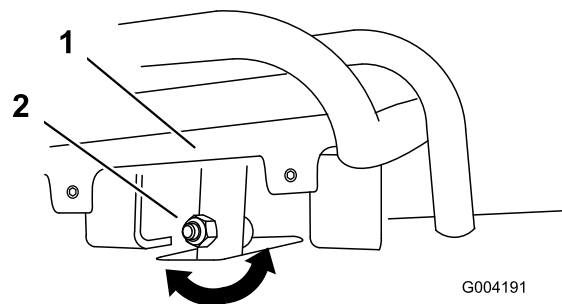
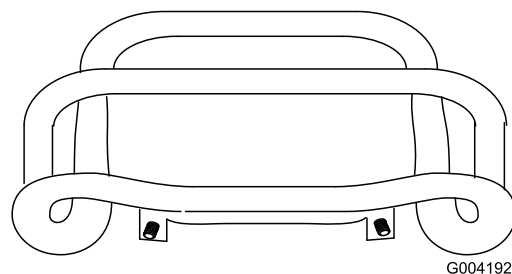

Figura 51
Figura 52
4. Si la parte delantera del control de tracción no queda enrasada con y paralela a la barra de referencia, afloje la tuerca con arandela prensada y el perno del tubo del control de tracción (Figura 51).
5. Ajuste el control de tracción hasta que quede enrasado con la barra de referencia al tirar del mismo hacia atrás del todo (Figura 51 y Figura 52).
- C. Afloje la tuerca con arandela prensada y el perno del tubo del control de tracción (Figura 51).
I. Ajuste el control de tracción hasta que quede enrasado con la barra de referencia al tirar del mismo hacia atrás del todo (Figura 51 y Figura 52).